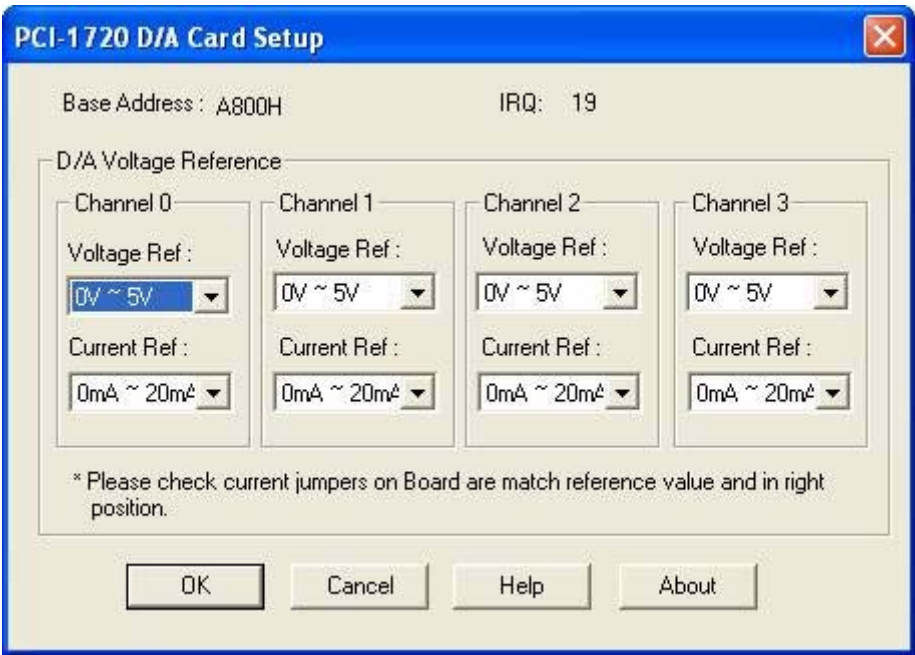

图 2.5: Device Setting 对话框
3. 在 *Device Setting* 对话框内（如图 2.5 所示），用户可将 A/D 通道分为 4 组并分别配置其输出范围。